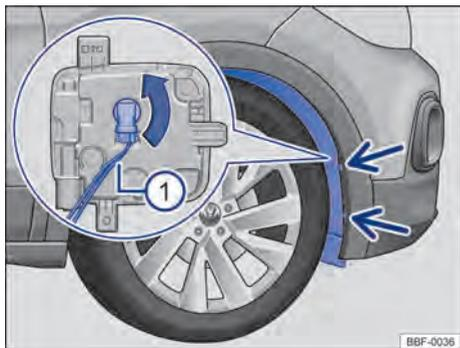

Fig. 131 Na caixa de roda dianteira: acesso à lâmpada incandescente do farol de neblina.
- 2 Remover os parafusos de fixação do revestimento da caixa de rodas → Fig. 131 (setas) com o auxílio de uma chave de fenda.
- 5 Retirar o conector de alimentação da lâmpada → Fig. 131 ①, pressionar, ao mesmo tempo, a trava de fixação do conector.
- 6 Girar o soquete da lâmpada → Fig. 131 (seta), no sentido anti-horário até o batente, e desencaixá-lo do alojamento.
- 11 Encaixar o conector de alimentação → Fig. 131 ① no soquete da lâmpada. o conector precisa encaixar audivelmente.
- 13 Recolocar os parafusos de fixação → Fig. 131 (setas) e apertá-los.